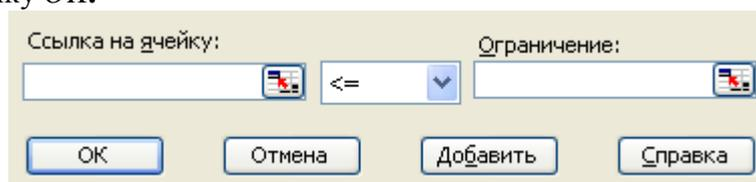

Рисунок 6.6 - Диалоговое окно добавление ограничения
- Задать ограничения. Нажать клавишу **Добавить** и в диалоговом окне **Добавление ограничения** (Рисунок 6.6) поле *Ссылка на ячейку* введите адрес или имя ячейки, на значение которой накладываются ограничения, из раскрывающегося списка выберете условный оператор (<=, =, >=), в последнем поле *Ограничение* введите ссылку на ячейку где указано значение ограничения. Чтобы принять ограничение и приступить к вводу нового, нажмите кнопку *Добавить*. После того как все